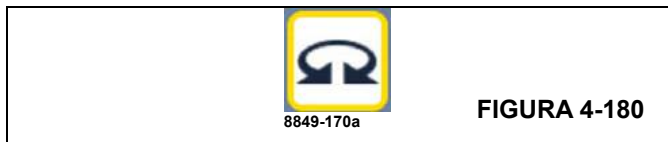

FIGURA 4-180
- Cuando el modo de giro libre está activo, el icono que se muestra en la (Figura 4-180) (icono de función de giro con borde amarillo) se verá en el margen izquierdo de la pantalla de funcionamiento (ODM).